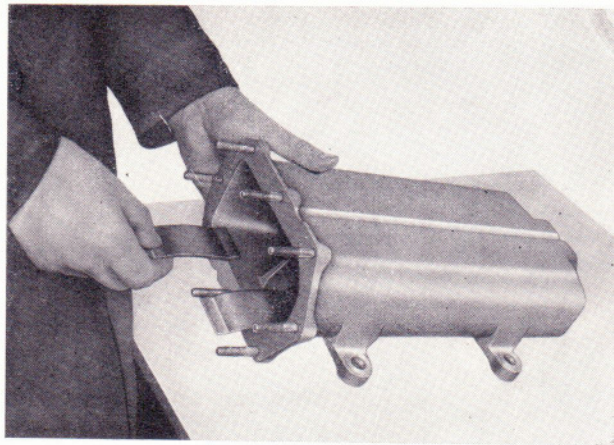

Bild 135
- Flachformfedern (je eine in eine Gehäusekammer) so einlegen, daß die Federwölbung nach oben und die angeschliffene Seite zum Gehäuseflansch zeigt (Bild 135).